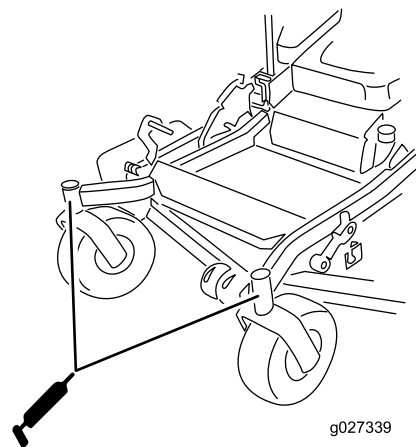

Рисунок 54
- Установите шестигранную заглушку и пылезащитную крышку (Рисунок 54).
- Смажьте подшипники поворотных колес консистентной смазкой (Рисунок 54).